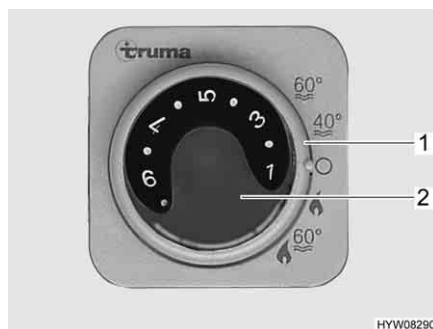

Fig. 65 Centralina di controllo per riscaldamento/boiler
- Impostare la manopola della temperatura (Fig. 65,2) sulla centralina di controllo del riscaldamento ad aria calda scegliendo la potenza desiderata.
- Posizionare l'interruttore girevole (Fig. 65,1) sulla modalità di funzionamento invernale.